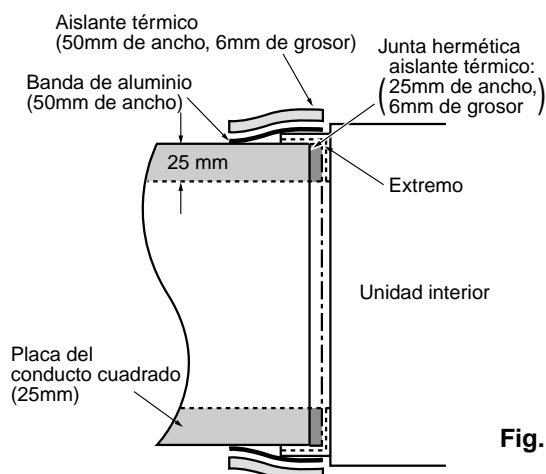

Fig. 3
3. Conecte la brida y cada tipo de conducto. (Fig. 3)